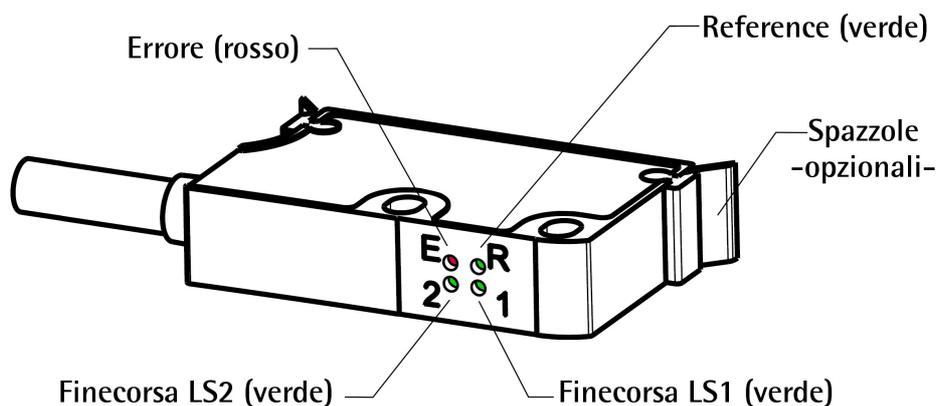

Figura 10 - LED di diagnostica e spazzole opzionali
4.10 LED di diagnostica (Figura 10)
Elenchiamo di seguito le cause tipiche di malfunzionamento riscontrabili durante l'installazione o l'uso del sistema di misura lineare magnetico. Riferirsi anche alla sezione "4.10 LED di diagnostica (Figura 10)" a pagina 26.